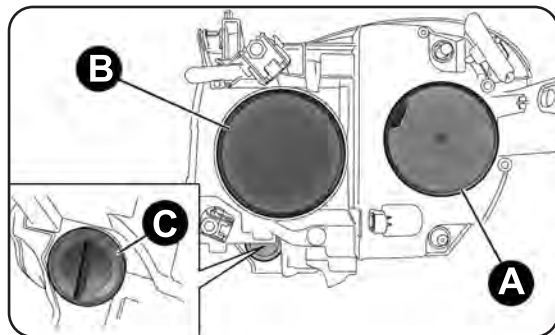
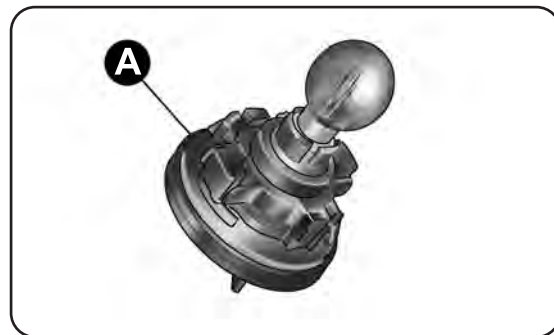

fig. 131
fig. 134
GRUPPI OTTICI ANTERIORI fig. 131
- toglì il coperchio A-fig. 131;
- rimonta infine il coperchio A-fig. 131.
- toglì il coperchio B-fig. 131;
- rimonta infine il coperchio B-fig. 131.
Per sostituire la lampada ruota di $\frac{1}{4}$ di giro in senso antiorario il coperchio C-fig. 131 e sostituisci il gruppo lampada + portalampada A-fig. 134.